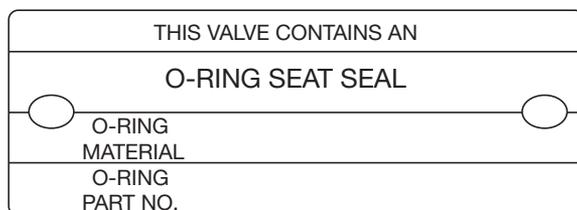

Figura 38: Etichetta O-ring della valvola
6. Se la valvola ha una tenuta della sede a O-ring, l'O-ring deve essere sostituito. Fare riferimento alla sua targhetta (vedere Figura 38) per determinare il materiale dell'O-ring e il numero di pezzo "as-built".